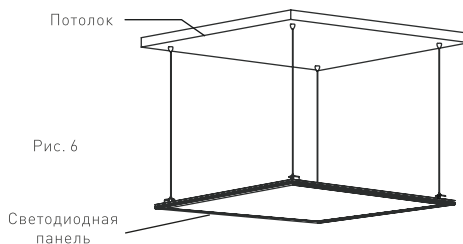

Рис. 6
6. Отрегулируйте требуемую высоту установки светильника с помощью цангового зажима регулятора. Для освобождения троса утапливайте малую втулку в корпус регулятора как показано стрелкой на рисунке 5 и регулируйте положение троса. Выровняйте светильник в горизонтальной плоскости (Рис. 6).